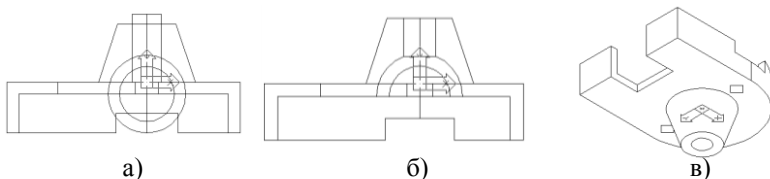

Рис.7.8. Построение цилиндра и сферы
- цилиндр построим аналогично конусу вращением. Строим прямоугольник из точки начала координат со стороной основания равной радиусу цилиндра 7,5 мм (по оси  $X$ ) и высотой (по оси  $Y$ ) равной высоте конуса или чуть больше (рис.7.8а). Это не имеет значения, т.к. в дальнейшем это тело будет вычтено из основного. Вращением вокруг оси  $Y$  повернем прямоугольник на  $360^0$ . Теперь вычтем сферу и цилиндр из тела детали (рис.7.8б).
- вернемся к предпоследней ПСК используя кнопку ПСК *Предыдущий* (рис.7.8в);